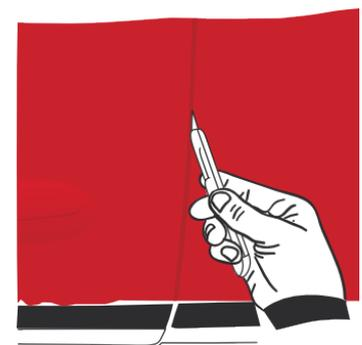

Figure 34
- Pour réaliser la découpe, la lame du cutter doit être placée contre le bord fin de la pièce à couvrir. Réaliser la coupe en restant toujours dans le prolongement de cette arrête, cutter incliné vers l'extérieur. (FIG. 34)